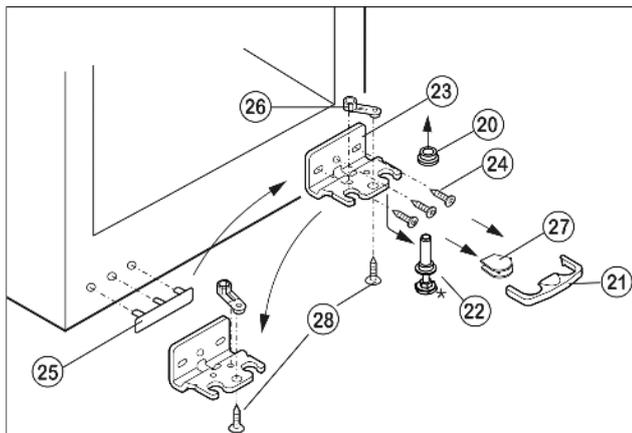

Fig. 5
- ▶ Enlever le dispositif d'arrêt Fig. 5 (21) vers l'avant.
- ▶ Enlever le cache Fig. 5 (27) en bas.*
- ▶ Visser entièrement le pied réglable Fig. 5 (22).
- ▶ Enlever le pivot Fig. 5 (22) vers le bas et vers l'avant. Ce faisant, respecter la douille de charnière Fig. 5 (20).
- ▶ Dévisser le support d'appui Fig. 5 (23) (3 x Torx 25) Fig. 5 (24).
- ▶ Dévisser l'élément pivotant Fig. 5 (26) (1 x vis Torx 25) Fig. 5 (28) et le replacer dans le logement opposé de la charnière, puis le revisser.
- ▶ Soulever avec précaution le cache Fig. 5 (25) du côté poignée et le déplacer.
- ▶ Revisser le support d'appui Fig. 5 (23) sur le nouveau côté charnière, en utilisant une visseuse sans fil si nécessaire, avec un couple de serrage de 4 Nm.
- ▶ Mettre le cache Fig. 5 (27) sur le côté opposé.*
- ▶ Le dispositif d'arrêt (21) doit s'enclencher latéralement sur la charnière afin de protéger les pivots d'appui et la porte.
- ▶ Replacer le dispositif d'arrêt (21) sur la charnière.
- ▶ Remettre en place la douille de charnière Fig. 5 (20).
- ▶ Placer la porte par le haut sur le pivot inférieur Fig. 5 (22).
- ▶ Aligner éventuellement la porte par rapport aux deux trous oblongs du support d'appui inférieur *Fig. 5 (23)* pour qu'elle affleure avec l'habillage de l'appareil. Pour cela, dévisser les vis centrales.